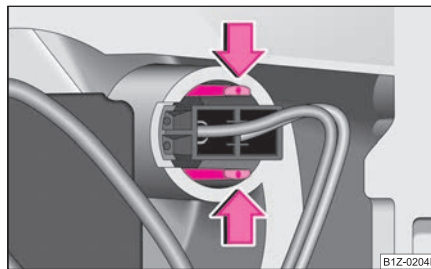

Fig. 229 Demontarea becului luminii de poziție
- Apăsăți elementele de prindere în sensul săgeții și scoateți soclul cu becul luminii de poziție ⇒ fig. 229.